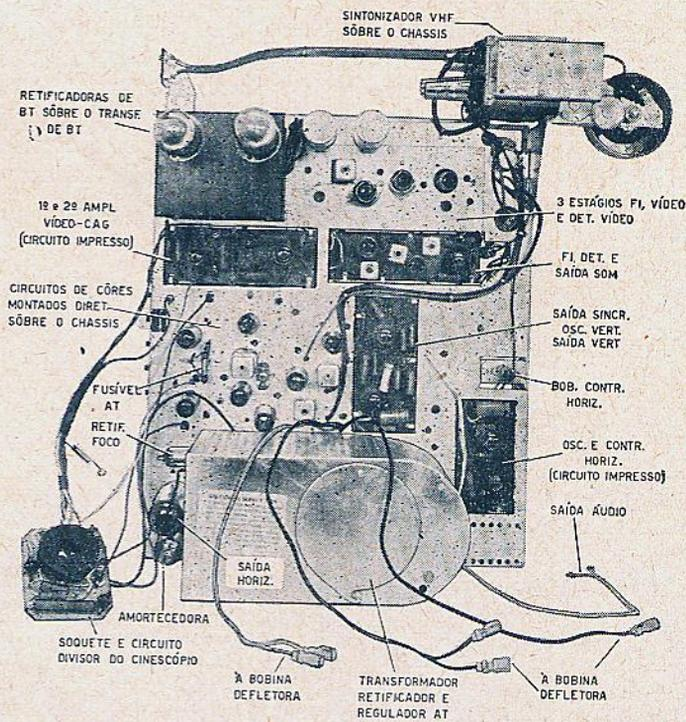

Fig. 4 — Vista superior do chassi do televisor para cores, mostrando os componentes e estágios principais.
Fig. 4 — Frequentemente, um condensador com fuga pode ter maior resistência num sentido que no outro. Neste caso, o circuito equivalente deve ser elaborado pela adição de um diodo semi-condutor; a relação das condutâncias direta e inversa do diodo equivalente (X) é normalmente da ordem de 3 para 1 ou 5 para 1.